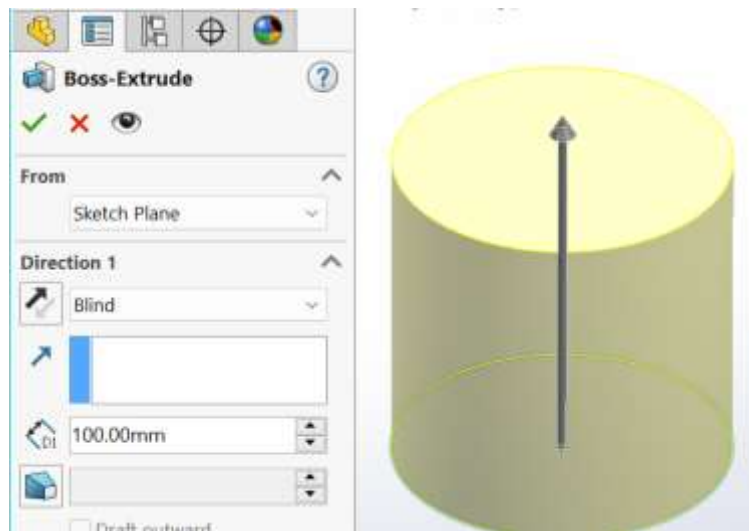

Рисунок 4.23 – Налаштування фантомного зображення тривимірної моделі циліндра шляхом видавлювання
6. Переходимо на вкладку Features на CommandManager, натискаємо кнопку Extruded Boss/Base та виконуємо інструкцію (Extrudes a sketch or selected sketch contours in one or two directions to create a solid feature. Use the Extrude PropertyManager to control where the extrude starts from, and the PropertyManager or the Instant 3D drag handle to define its direction and extent / Видавлює ескіз або вибрані контури ескіза в одному чи двох напрямках, щоб створити суцільний об'єкт. Використовуйте Extrude PropertyManager, щоб контролювати, звідки починається видавлювання, і PropertyManager або 3D налаштування з ручним перетягування, щоб визначити його напрямок і ступінь). Після цього активується PropertyManager з налаштуваннями та фантомним зображенням попереднього перегляду тривимірної моделі циліндра (рисунок 4.23).